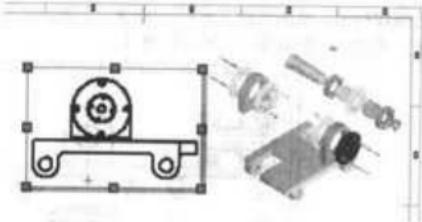
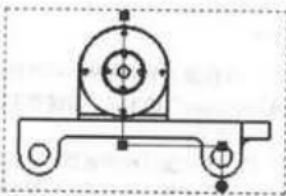

图 6-64 放置模型左视图
图 6-65 绘制剖切线
- (6) 切换到上述工程图窗口中，选择“工程视图 1”后，单击 (模型视图) 工具，在“视图定向”选项框中选择“左视”，设定比例为 1: 6。移动光标到图纸的适当位置单击放置该左视图，如图 6-64 所示。
- (7) 单击 (确定) 按钮，关闭“投影视图”属性管理器。
- (8) 单击草图工具栏中的 (直线) 工具，在左视图上绘制如图 6-65 所示的剖切线。